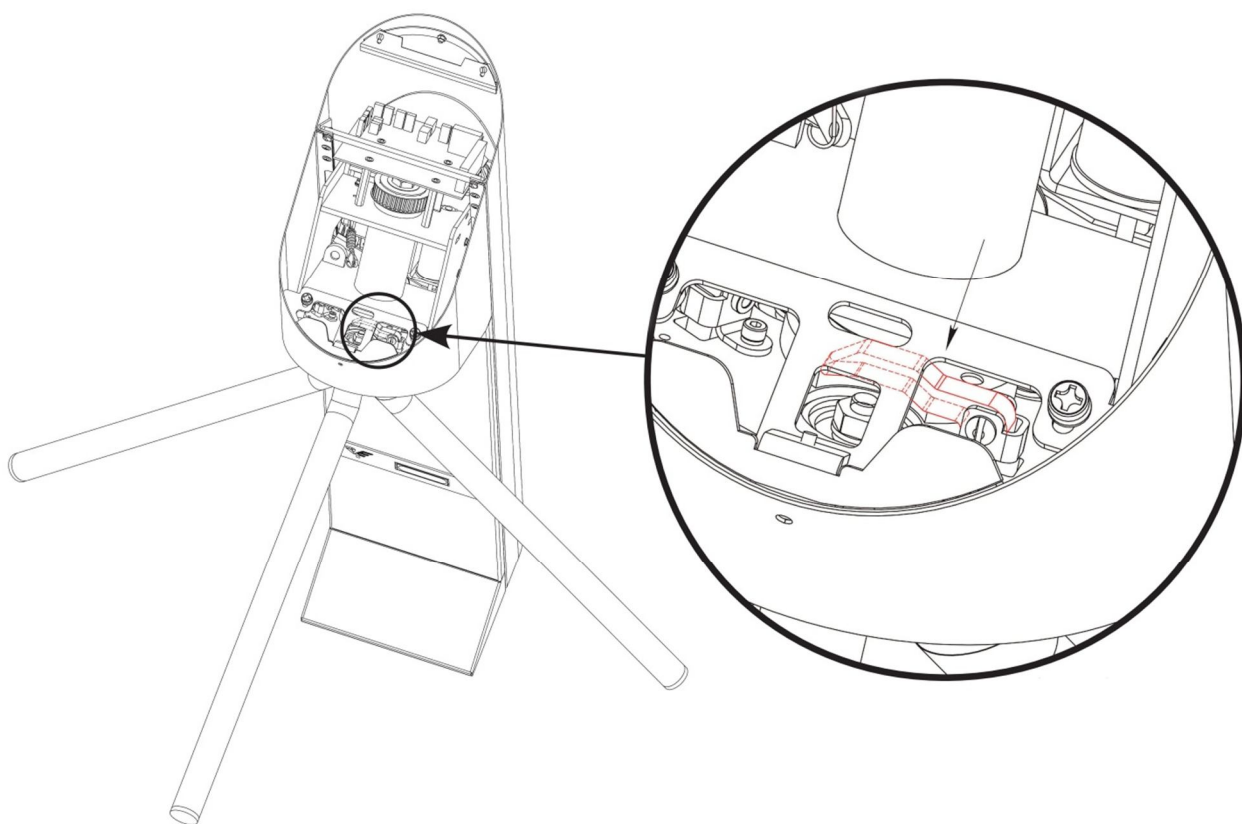
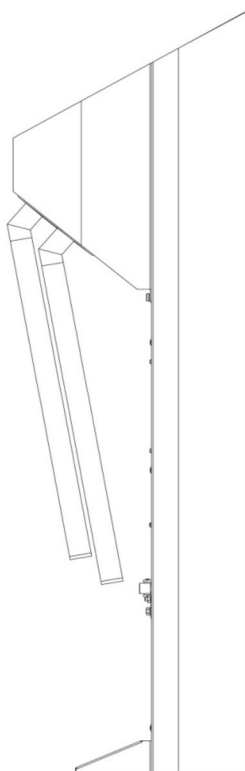

Рис. 6
Рис. 7
3.4. Далее необходимо сложить планки турникета. Для этого плавно нажмите на кулачок фиксации планок в направлении, показанном на Рис. 6. Планка должна свободно вращаться вокруг короткой оси. Аналогичным образом сложите вторую планку, провернув диск. Результат изображен на Рис. 7.